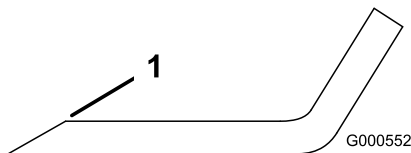
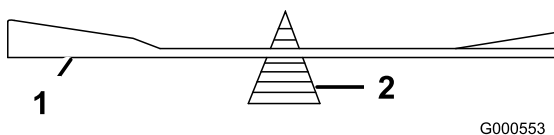

Figure 45
Figure 46
1. Au moyen d'une lime, aiguissez les tranchants aux deux extrémités de la lame (Figure 45). Veillez à conserver l'angle de coupe d'origine. Limez la même quantité de métal sur chacun des deux tranchants pour ne pas déséquilibrer la lame.
2. Vérifiez l'équilibre de la lame en la plaçant sur un équilibreur (Figure 46). Si la lame reste horizontale, elle est équilibrée et peut être utilisée. Si la lame est déséquilibrée, limez un peu l'extrémité de la partie relevée seulement (Figure 45). Répétez la procédure jusqu'à ce que la lame soit équilibrée.